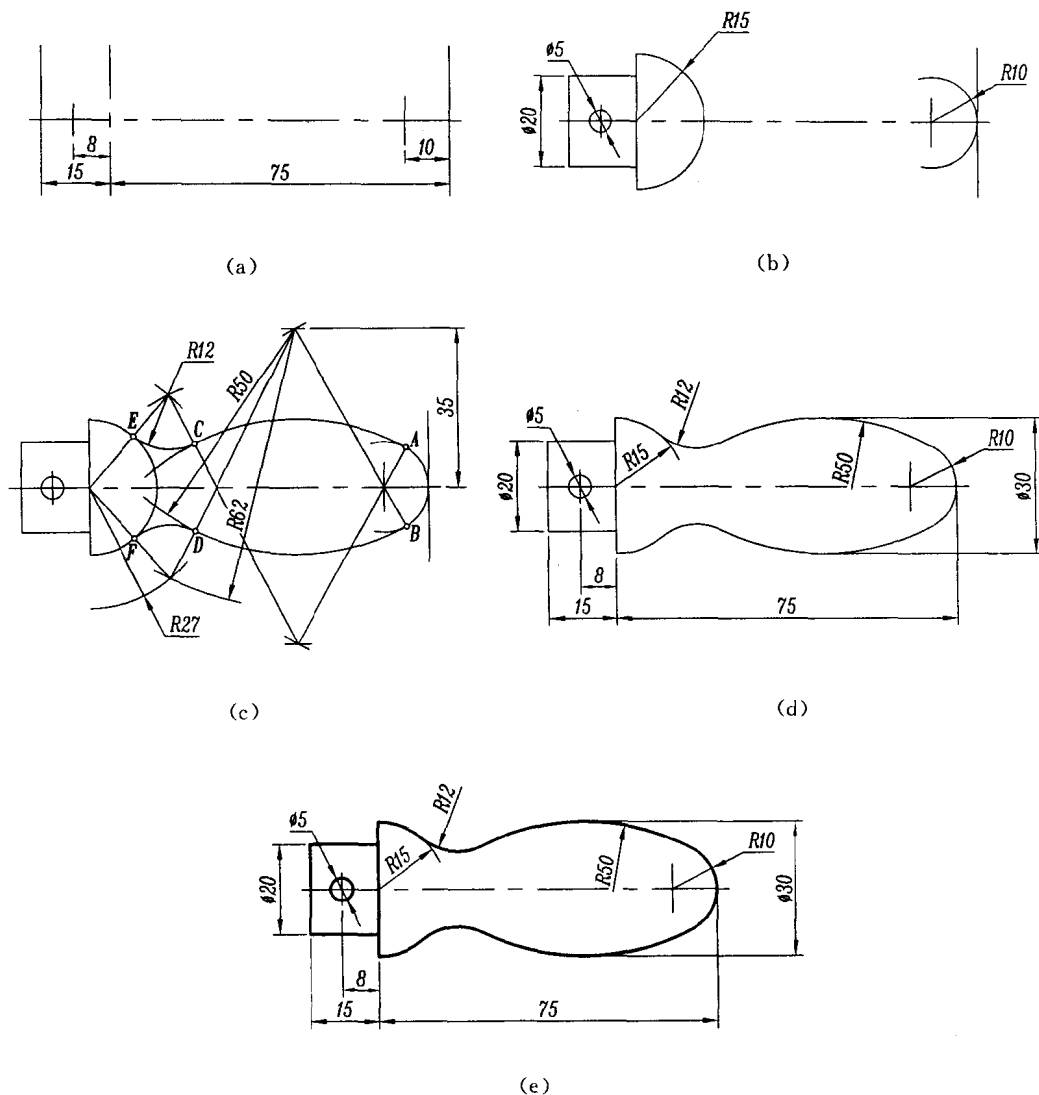

图 1.4 手柄平面图形的作图过程
(1) 画水平和垂直基准线, 如图 1.4(a) 所示。
(2) 画已知线段(弧), 如图 1.4(b) 中 $\phi 5$ 、 $R10$ 、 $R15$ 为已知弧。根据定位尺寸 8、75 分别确定它们的圆心, 画出已知弧; 根据 $\phi 20$ 画出左边矩形线框。
(3) 画中间及连接线段(弧), 如图 1.4(c) 中 $R50$ 为中间弧, $R12$ 为连接弧。根据相切条件和 $\phi 30$ 这个尺寸可求出 $R50$ 这段弧的圆心, 画出弧 $R50$; 根据 $R12$ 与 $R50$ 和 $R15$ 相切的条件, 可求出 $R12$ 的圆心, 画出连接弧 $R12$ 。切点分别为 A 、 B 、 C 、 D 、 E 、 F 。
(4) 检查整理,擦去多余的图线并标注尺寸,见图 1.4(d)。
(5) 加粗图形轮廓线,完成全图。如图 1.4(e)所示。